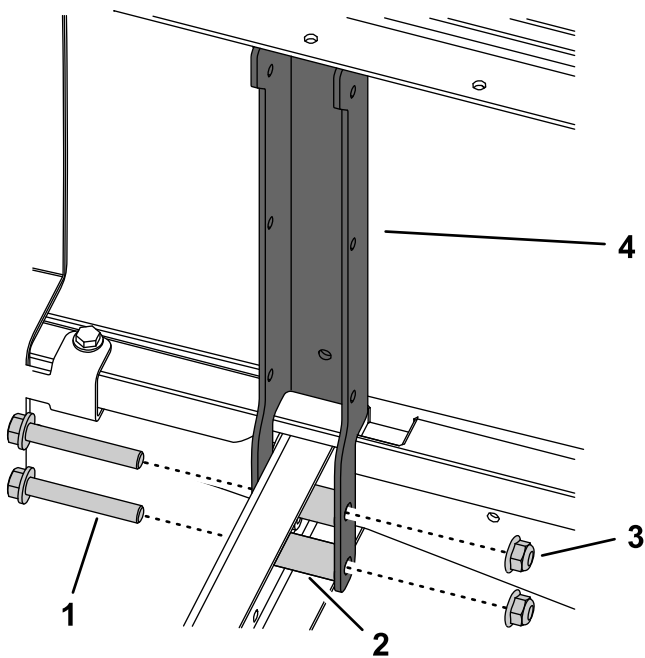

Bild 5
6. Nehmen Sie die zwei Schrauben (3/8" x 2 1/2"), zwei Muttern (3/8") und zwei Distanzstücke von beiden Rücksitzstützkanälen ab (Bild 5). Nehmen Sie die Kanäle ab.